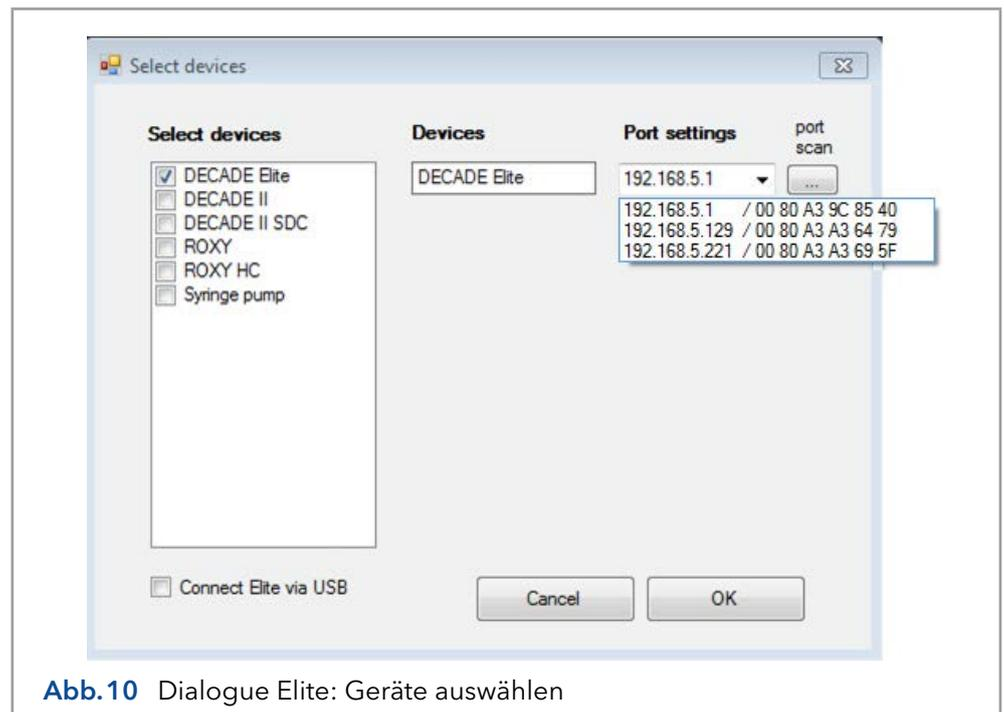

Abb. 10 Dialogue Elite: Geräte auswählen
- Während des Starts erscheint das Menü 'Geräte auswählen', wie in Abb. 10.